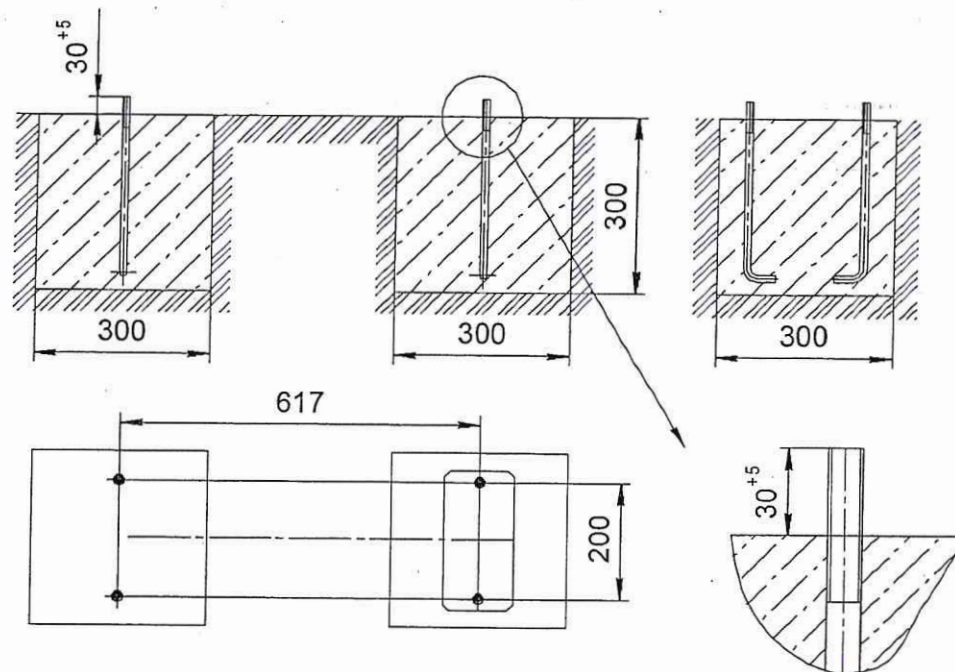

Рис.2
- Установить в приямки болты анкерные (поз.50) по размерам на рис.2. Произвести заливку приямков бетоном. Поверхность бетона выровнять горизонтально по уровню.